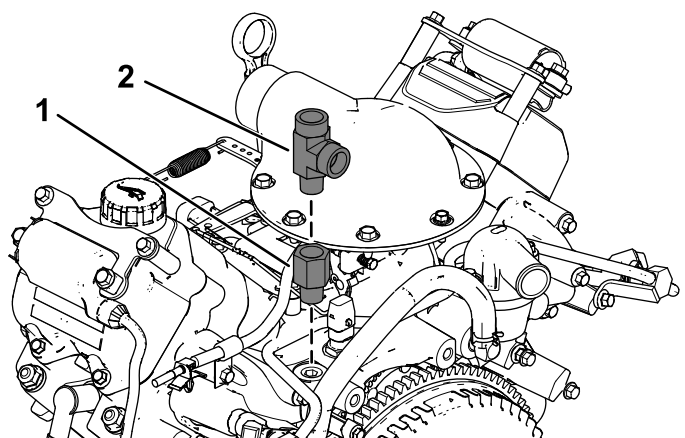

Figura 8
2. Instale el adaptador y el acoplamiento en T (Figura 8).